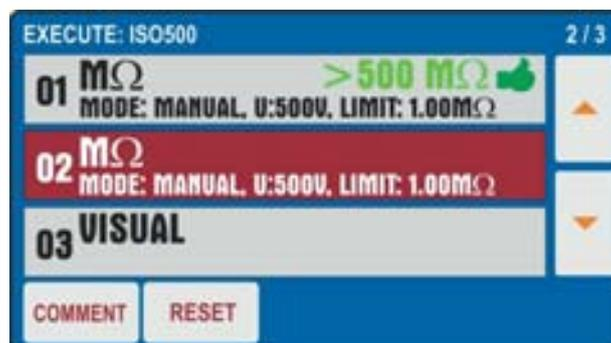

Abb. 47 : AUTO TEST Funktion - Teilergebnistest 01
5. Drücken Sie erneut die START/STOP-Taste, um den Test "01" zu beenden. Das Gerät speichert das erste Teilergebnis des Prüfablaufes und bereitet sich automatisch auf die Ausführung des nächsten, des Zweiten "02" -Tests vor (siehe Abb. 47)